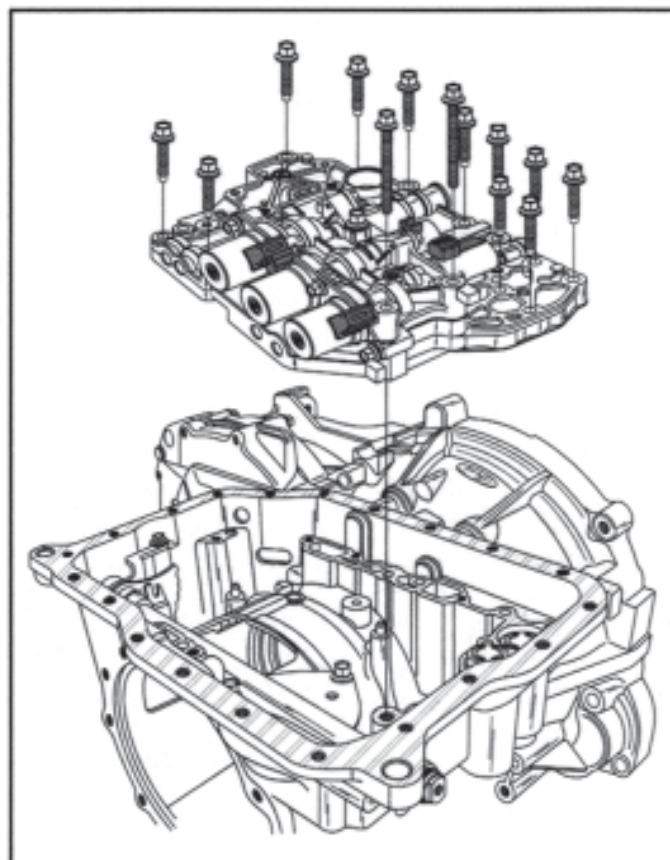

Figura 39
34. Solte os 13 parafusos do corpo de válvulas, conforme ilustrado na Figura 39, e remova o corpo de válvulas.